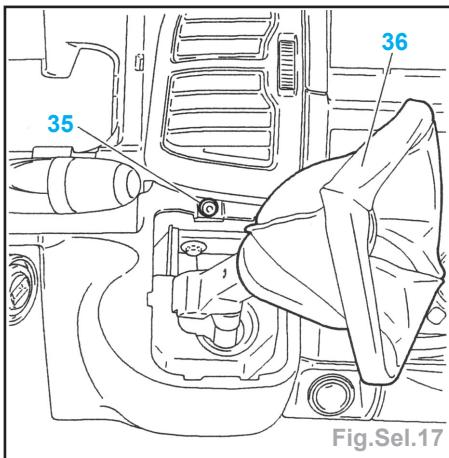

Fig.Sel.17
- Déposer la façade (34).
- Déclipper la garniture du levier de vitesses (36) et déposer la vis (35) (Fig.Sel.17).